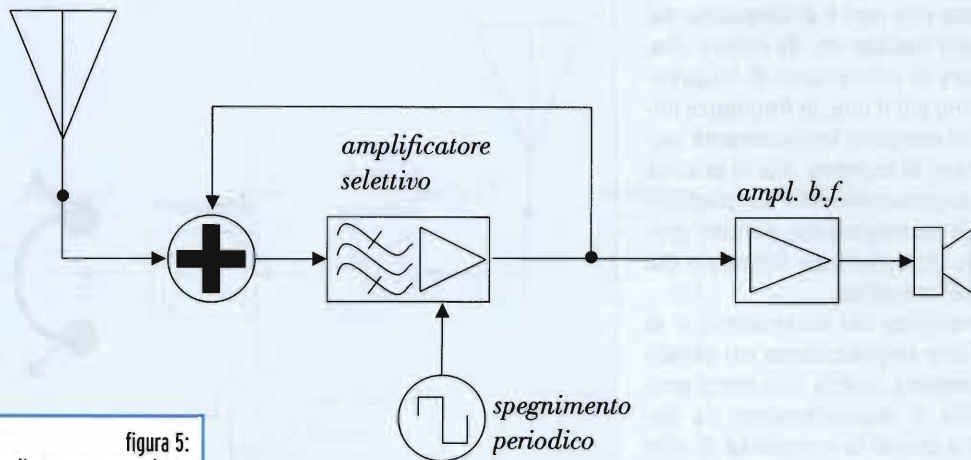

figura 5:
- ricevitori superreattivi, nei quali lo stadio RF viene portato decisamente oltre le condizioni di oscillazione, ma è periodicamente bloccato in modo da non riuscire mai ad entrare effettivamente in oscillazione (figura 5); sono economici, semplici e sensibilissimi, ma hanno gli inconvenienti di una selettività molto scarsa e di un forte fruscio di fondo, legati entrambi alle caratteristiche teoriche del metodo usato; perciò sono adatti solo a bande di frequenza elevate (VHF